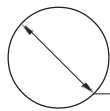

Fig. 1
- Provide panel cutout as shown in figure 1.
- Pratiquer une découpe dans le panneau tel qu'illustré à la fig. 1.
- Hacer un corte en el tablero como se muestra en la Fig. 1.